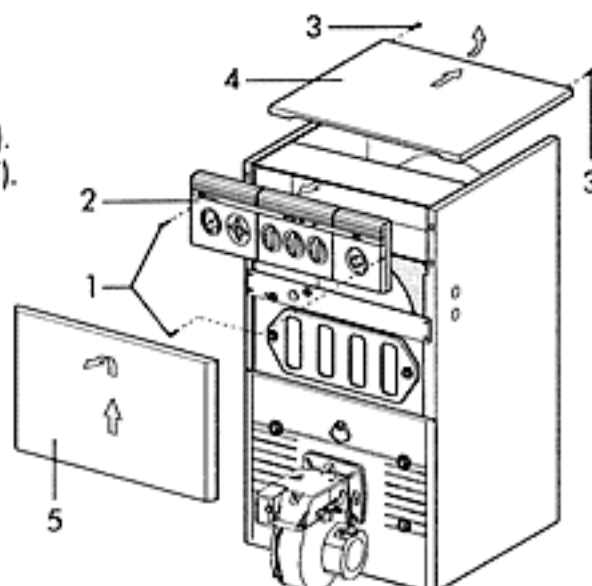

fig.7
- Dévisser les vis 1 et retirer le panneau 2 (fig.7).
- Dévisser les vis 3 et retirer le couvercle 4 (fig.7).
- Retirer le panneau frontal 5 (fig.7).